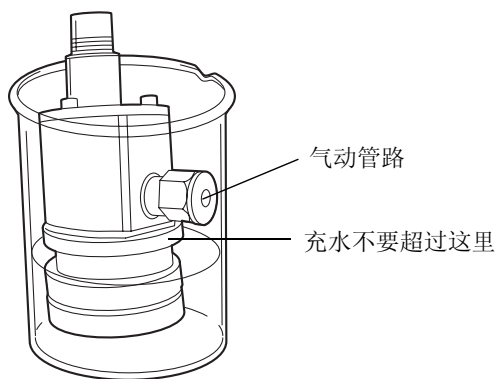

图 4-8 大口烧杯中的喷雾器
4. 将 100% HPLC 级水倒入大口烧杯，但是不能浸过气动管路（图 4-8）。